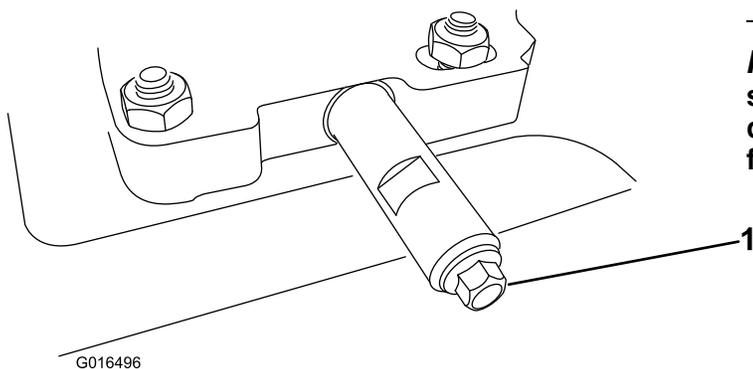

Figure 46
1. Nettoyez la surface autour du bouchon de vidange d'huile (Figure 46).